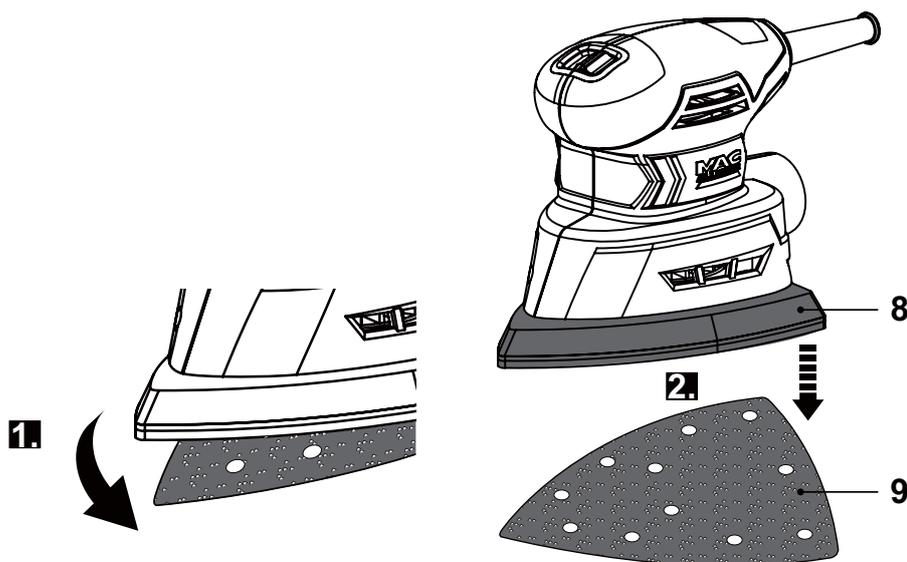

Fig. 2
- > Prenez le papier à poncer [9] par un coin et tirez dessus pour le retirer du plateau de ponçage [8] (Fig. 2).